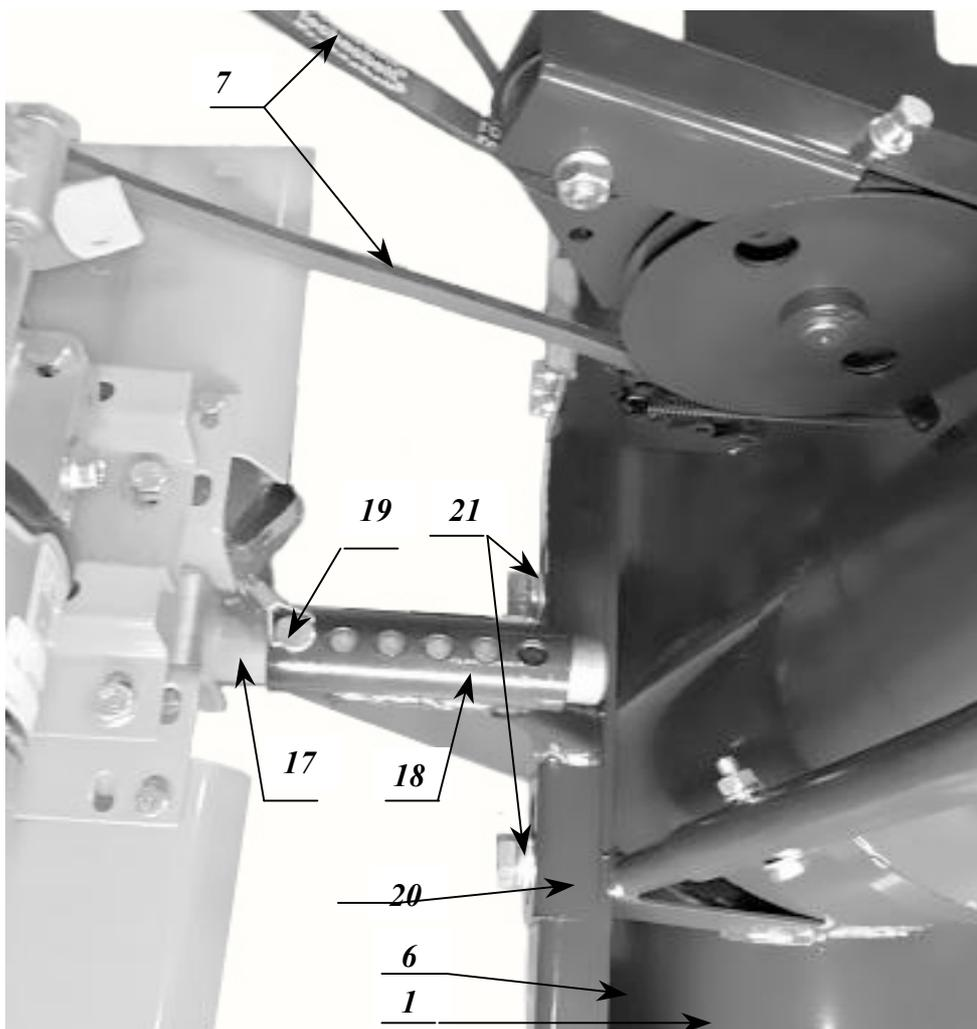

Рис.6
2. На дышло (17) мотоблока одеть втулку (18) прицепной узел снегоуборщика. И совместив отверстия во втулке (18) прицепного узла и дышло (17) мотоблока, зафиксировать штатным шплинтом (19), (см. Рис.6).
3. Швеллер (20) ввести в зацепление с задней балкой (6) корпуса снегоуборщика (1) и зафиксировать болтами М16 (21) (см. Рис.6) – резьбовое соединение оставить незатянутым!
4. Надеть клиновидный ремень (7) на свободный (внешний) ручей шкива двигателя мотоблока.
5. Перемещением швеллера (20) прицепного узла по балке (6) установить взаиморасположение мотоблока со снегоуборщиком таким образом, чтобы ручки шкивов мотоблока и снегоуборщика строго совпали - ремень (7) находился в зацеплении без перекоса. После чего зафиксировать швеллер (20), затянув резьбовые соединения (21).